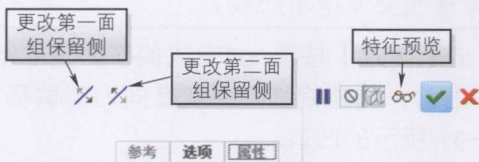

图 1-35 【合并面组】控制板
15) 按住 Ctrl 键同时选择端口曲面和对称拉伸曲面, 单击【模型】选项卡【编辑】组的【合并】按钮合并(【合并】命令只有在选择曲面后才能被激活), 打开如图 1-35 所示的【合并面组】控制板。